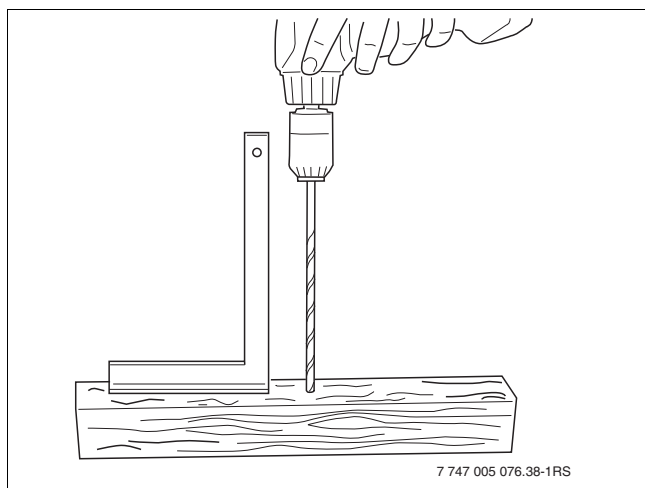

Fig. 36 Fabriquer un gabarit de perçage
Faire un trou avec la perceuse bois exactement dans l'angle de 90° par la sous-structure du toit pour obtenir plus tard une surface plane entre l'écrou-cage et le rail profilé. Pour cela, il est conseillé de fabriquer un gabarit de perçage. Prendre une pièce de bois équarri d'env. 0,50 m à 1,00 m de long. Percer un passage (Ø 6 mm) verticalement dans le bois (→ fig. 36).
- Déterminer la longueur de la mèche sur la base des calculs suivants (→ fig. 36) :